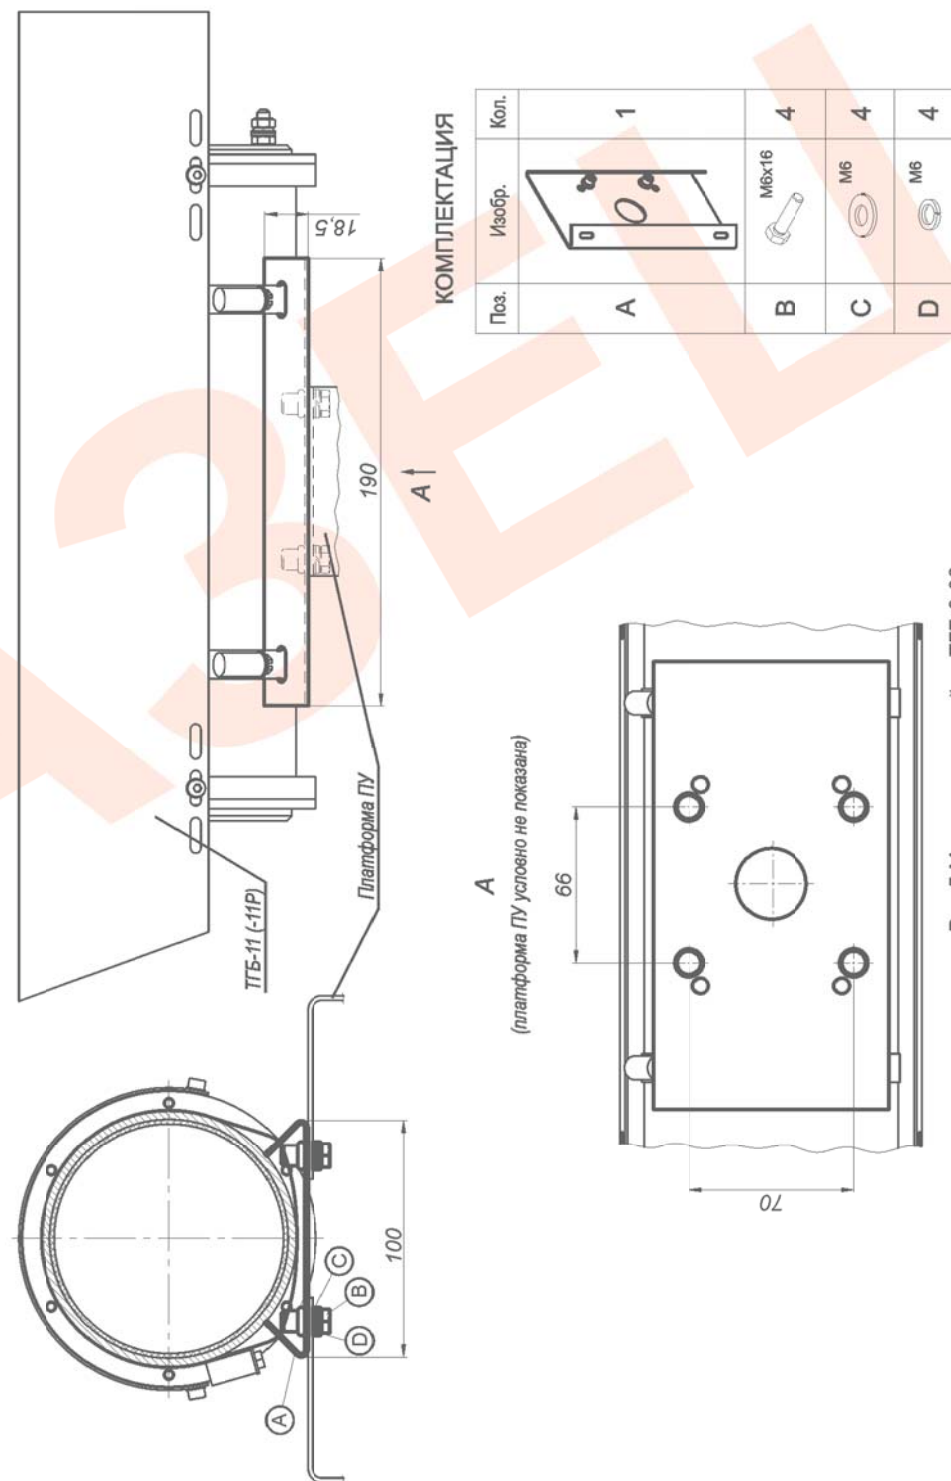

Рис.5 Монтаж кронштейна ТГБ-3-02
2. Кронштейн ТГБ-3-02 для крепления на поворотное устройство. (рис.5).